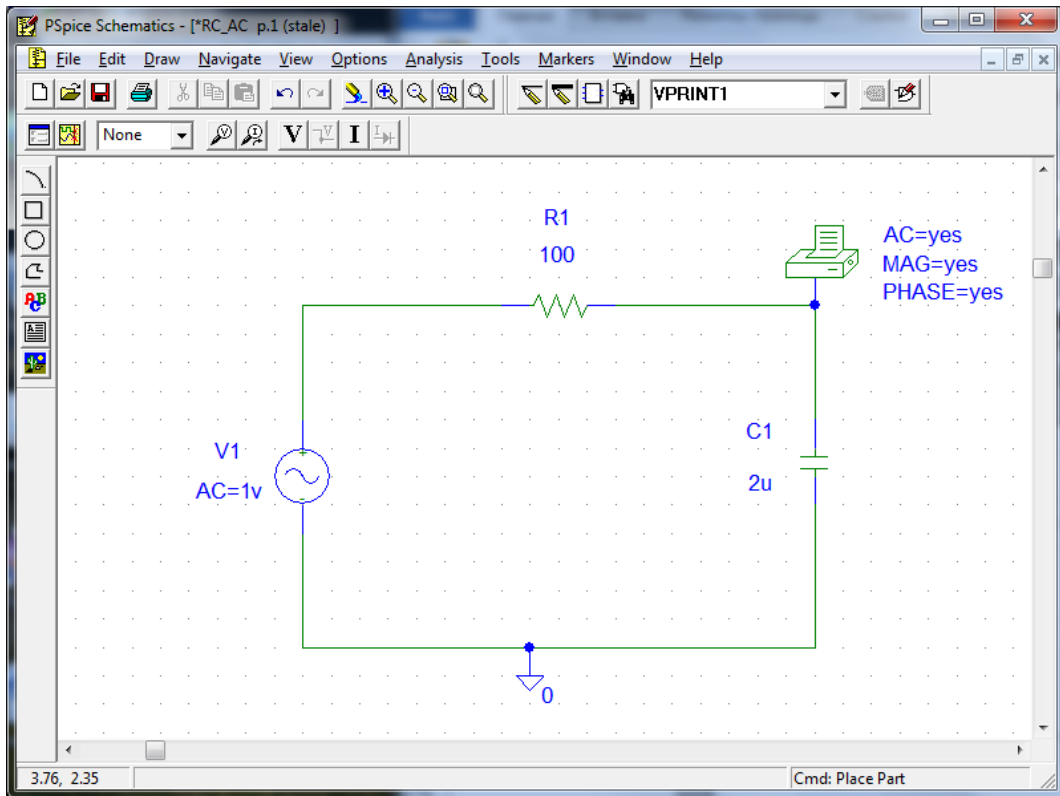

Рис. 14.10. Схема послідовного включення резистора і ємності з індикаторами попереднього налаштування для АС-аналізу при  $f = 2$  кГц
13) Закрийте вікно атрибутів, натиснувши кнопку ОК. Тепер індикатори атрибутів вимірювача змінної напруги VPRINT1 повинні з'явитися на схемі (рис. 14.10).